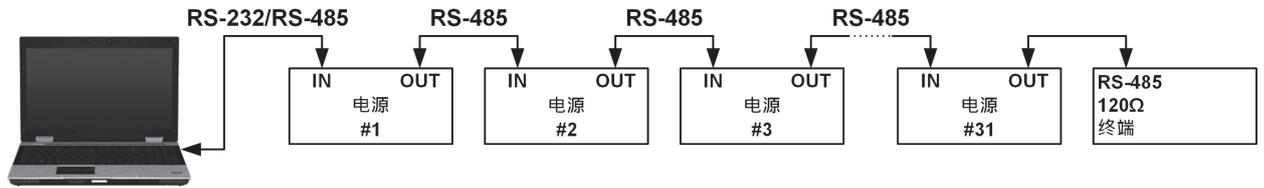

图 4-7：多组电源系统的 RS-232/RS-485 连接图
2. 其它电源的连接：汇流排上的其它电源使用各自的 RS-485 介面相连接。标准连接如图 4-7 所示。